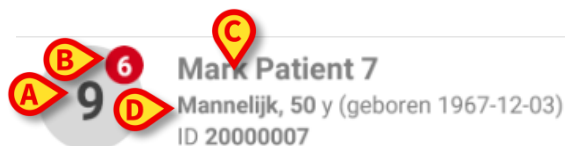

Fig 109
Ieder bed is weergegeven door een tegel (Fig 109).
- bednummer (Fig 109 **A**);
- aantal niet-beluisterde berichten (indien aanwezig) (Fig 109 **B**);
- naam van de patiënt in dit bed (Fig 109 **C**);
- patiëntgegevens (indien beschikbaar: geslacht, leeftijd, geboortedatum, patiënt-ID - Fig 109 **D**).